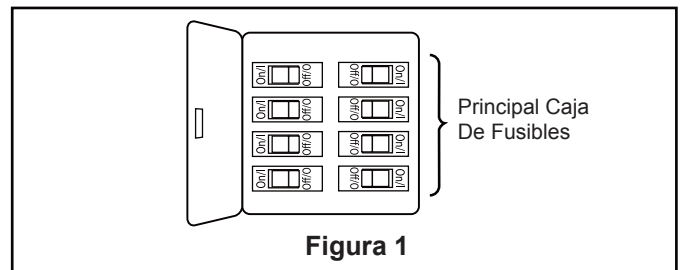

Figura 1
Uso de perfil bajo (Figura 1)
Para evitar una posible descarga eléctrica, asegúrese de cortar la alimentación eléctrica de la caja de fusibles principal antes de colgar y realizar el ventilador. (Figura 1)
1. Alinee la lengüeta ancha de la unidad del motor a la muesca ancha de la unidad de soporte del ventilador. Asegure cuidadosamente la unidad del motor en las ranuras de montaje en el soporte del techo girándolo en el sentido de las agujas del reloj. Asegúrese de que todo el cableado y receptor se introduce adecuadamente en la cubierta del techo y que no se presiona ningún cable. Una vez que la motor está colocada y alineada con el techo, vuelva a colocar el tornillos retirados previamente y asegure los tres tornillos. (Figura 1)
1. Coloque las palas a través de las ranuras en la cubierta del motor y fije la unidad del motor usando los 3/16"-24 Tornillo de cabeza troncocónica. Asegúrese de que los tornillos fijan adecuadamente las palas al centro del motor estando éstas colocadas correctamente. (Figura 1)
1. Extraiga uno de los tres tornillos del soporte ubicado en la parte inferior de la unidad del motor. Guárdelos para después y afloje levemente los otros dos tornillos. (Figura 1)
- 1. IMPORTANTE:** El uso de un regulador de la intensidad completa (no incluido) para controlar la velocidad del ventilador dañará el dispositivo. Para reducir el riesgo de incendio o descarga eléctrica, no utilice dicho regulador para controlar la velocidad del ventilador. (Figura 1)